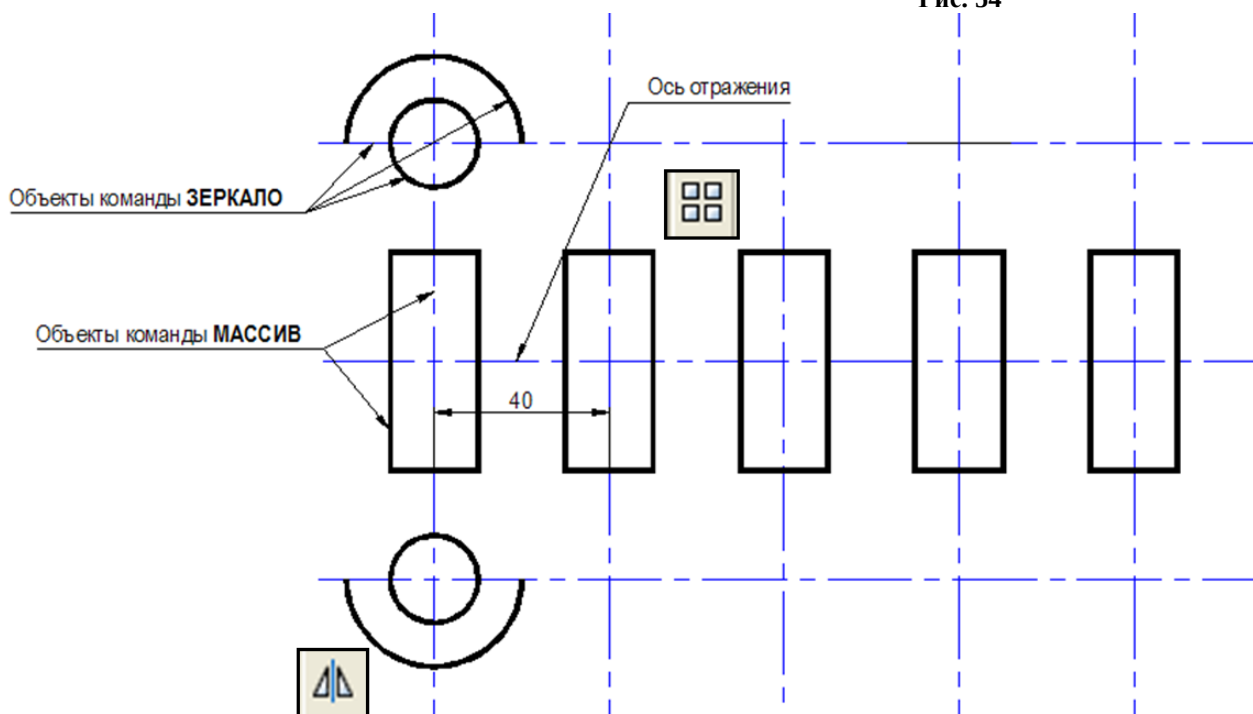

Рис. 55
6) Командой **Массив (Прямоугольный)** получить пять копий прямоугольника и вертикальной оси. Расстояние между столбцами – 40 мм. (рис. 55).
7) Командой **Зеркало** получить копии дуги, окружности и горизонтальной оси (рис. 55).